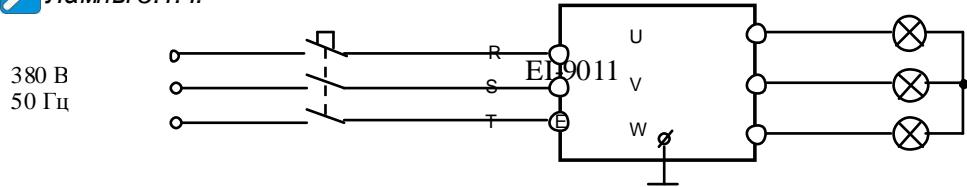

Рис. 4.18. Подключение к ПЧ ламп накаливания
Подать питание ~380 В 3Ф (рис. 4.18).
4.16.1. Подключить электродвигатель к выходным клеммам U, V, W (рис.4.18).